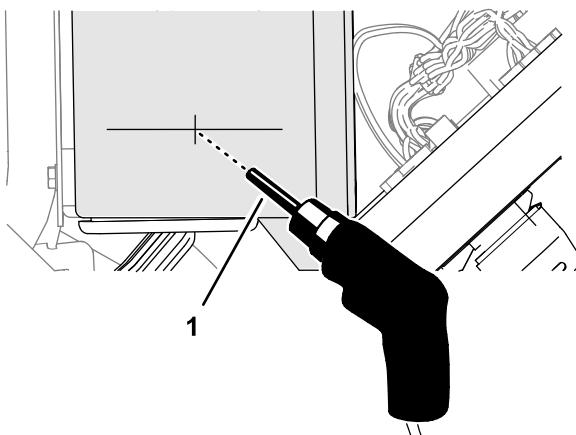

Figure 39
1. Percez un trou de 6 mm au point d'intersection des repères (Figure 39) que vous tracés aux opérations 1 et 2.